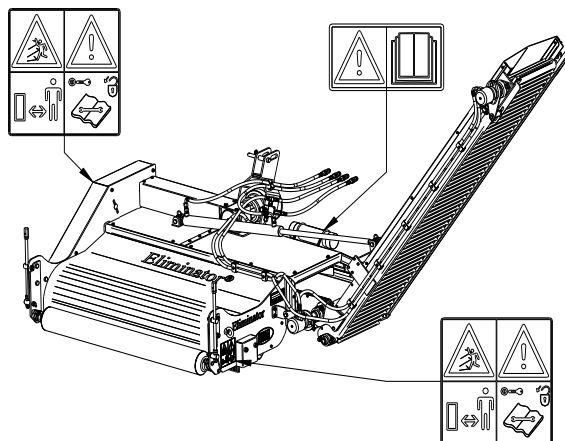

Fig. 5
Existem autocolantes de segurança no lado esquerdo e direito do quadro lateral do Eliminator, bem como nas capas frontal e lateral (Fig. 5) com uma mensagem idêntica. Estes autocolantes de segurança deverão estar sempre claramente visíveis e legíveis e terão de ser substituídos caso fiquem danificados.
(7) Localização de autocolantes de segurança. (Fig. 5)